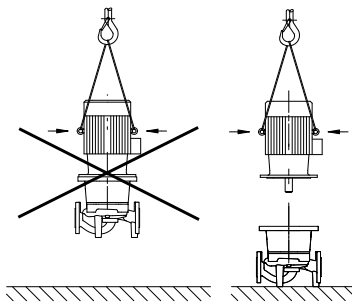

Fig. 4: Transport des Motors
- Die Transportösen am Motor sind nur zum Transport des Motors, nicht aber der ganzen Pumpe zugelassen (Fig. 4).